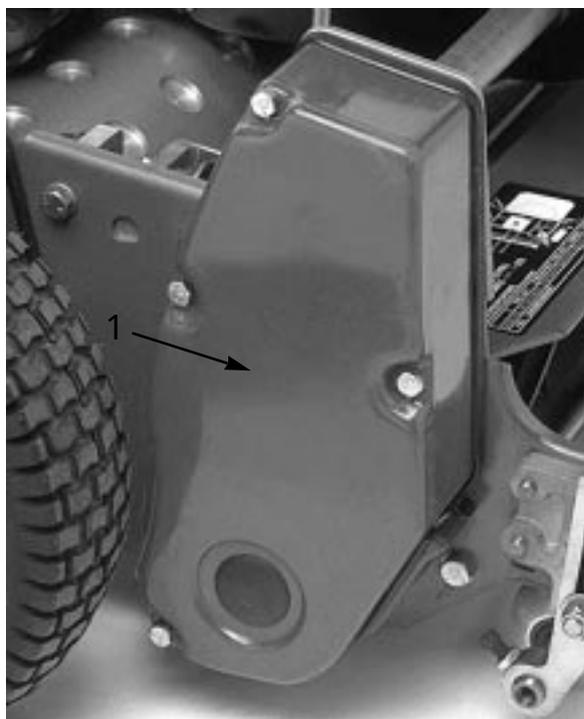

図 35
1. ベルト・カバー固定ネジを取り、カバーを外して、ベルトを露出させる（図35）。